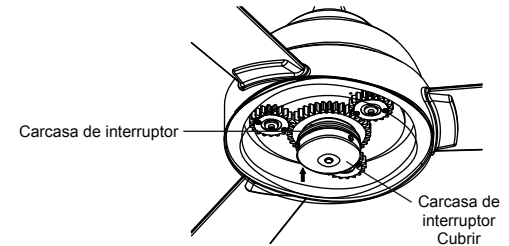
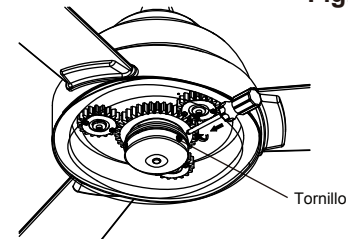

Fig. 27
Fig. 28
Paso 5. Fije la cubierta de la carcasa del interruptor a la carcasa del interruptor y apriete firmemente con tres (3) tornillos previamente quitados. (Fig. 27 & Fig. 28)